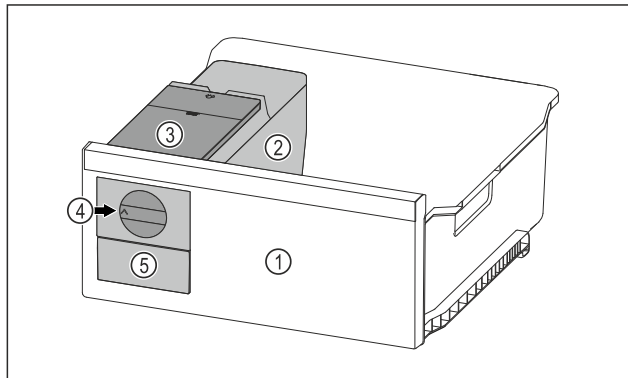

Fig. 80 Immagine a titolo di esempio
- ▶ Ruotare la manopola Fig. 80 (4) verso destra finché non si arresta.
- ▷ I cubetti di ghiaccio cadono dalla ciotola dei cubetti di ghiaccio nel cassetto dei cubetti di ghiaccio Fig. 80 (5).